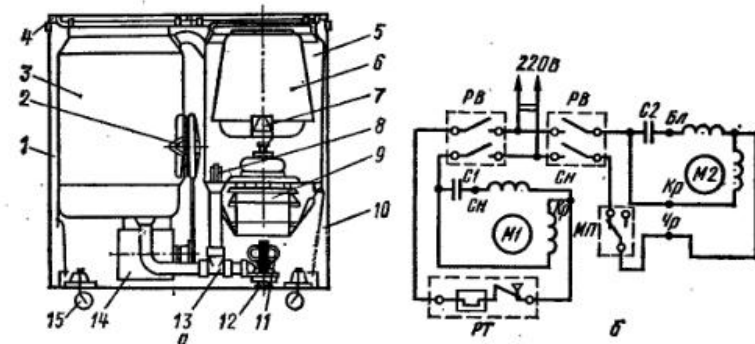

Рис. 97. Стиральная машина «Аурика-80»:
**СТИРАЛЬНАЯ МАШИНА «АУРИКА-80» ТИПА СМП-2.** Предназначена для стирки, полоскания и отжима изделий из всех видов тканей. Двухбакковый сварной каркас изготовлен из листовой стали, покрыт щелочестойкой стеклоэмалью. Корпус 1 (рис. 97, а) машины, состоящий из двух половин, и верхняя крышка 4 изготовлены из листовой стали и покрыты эмалевой краской. Автономные крышки баков (стирального бака 3 и бака центрифуги) изготовлены из листового алюминия и покрыты эмалевой краской. Крышка центрифуги снабжена блокировкой, отключающей с помощью микровыключателя привод центрифуги при открывании крышки. Электродвигатель 14 активатора 2 и электродвигатель 9 корзины 6 центрифуги управляются с помощью реле времени, расположенного на пульте управления на верхней панели машины. Привод активатора осуществляется с помощью клиноременной передачи, привод центрифуги — через эластичную муфту 11.
Электрооборудование стиральной машины «Аурка-80» исполнения III состоит из электродвигателя М1 (рис. 97, б), привода активатора типа АВЕ-071-4; электродвигателя М2 привода центрифуги типа ДЦСМ-3Б; защитного реле РТ типа РТ-10-1,4; конденсатора С1 типа КВГ-МН-2 и конденсатора С2 типа МБГП-1; микровыключателя блокировки крышки центрифуги МП типа МП 2101; реле времени РВ типа РВ-6А, предназначенного для включения и автоматического отключения машины; шнура типа ШБВЛ-2.